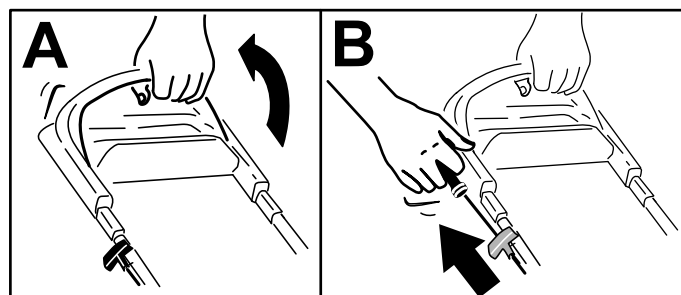

Figura 13
lasciate che ritorni nel guidacavo sulla maniglia lentamente (B di Figura 13).
1. Tenete la barra di comando delle lame contro la maniglia (A di Figura 13).